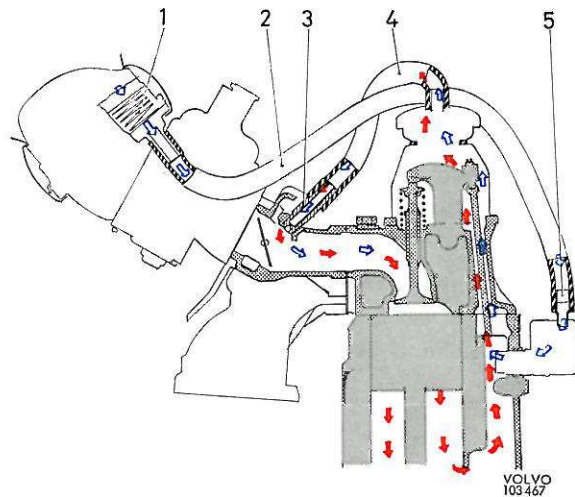

Figure 21. Recyclage des gaz de carter, B 20
mission par une durit (4, figure 21). Le raccord sur la tubulure d'admission se fait avec un raccord calibré (3). Ce raccord doit être nettoyé tous les 40 000 km. Entre le capteur d'huile, qui est relié au carter moteur, et le filtre à air est branchée une durit (2) servant à l'alimentation en air frais. Au raccord sur le capteur d'huile se trouve un pare-